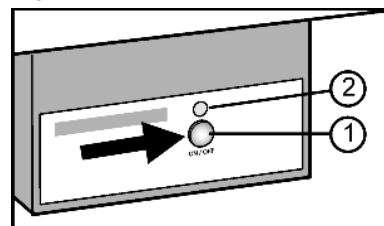

Fig. 34
- ▶ Premir o botão On/Off Fig. 34 (1) para que o LED Fig. 34 (2) se acenda.